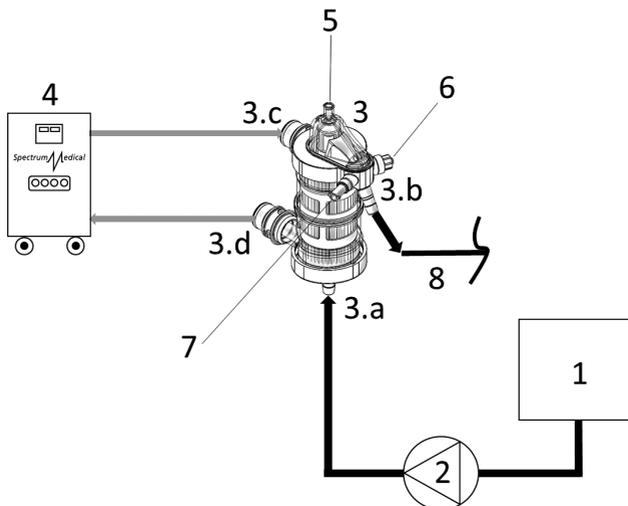

Fig. 2.
- Vérifier la présence du joint torique sur les raccords HTF (réf. 3c et 3d Fig.2).
4. Retirer les opercules de protection des raccords côté HTF du dispositif (réf. 3c et 3d Fig.2).
5. Raccorder les tubes du système de circulation thermique Quantum Heater-Cooler System de Spectrum Medical (réf.4 Fig.2) au dispositif (réf. 3c et 3d Fig.2) au moyen des raccords rapides femelle.
1. Brancher le dispositif au circuit extracorporel de cardioplégie comme indiqué à la figure 2
2. Retirer l'opercule de protection du raccord d'entrée de sang (réf 3a Fig.2).
4. Retirer l'opercule de protection du raccord de sortie de sang (réf 3b Fig.2).
6. Le raccord Luer de vidange (réf. 5 Fig.2) doit être raccordé à une ligne de vidange dotée d'un robinet. La ligne de vidange doit être équipée d'un clapet anti-retour pour éviter le reflux à l'intérieur du dispositif.
8. Brancher une ligne de vidange supplémentaire à la soupape de surpression (réf.6 Fig.2).
10. Introduire la sonde de température compatible YSI dans le porte-sonde du dispositif (réf.7 Fig.2).
1. Ouvrir la ligne de vidange (réf. 5 Fig.2).
2. Clamper la ligne de sortie du dispositif et actionner la pompe pour cardioplégie (réf.2 Fig.2) à bas débit (30-40 ml/min).
4. Fermer la ligne de vidange (réf. 5 Fig.2).